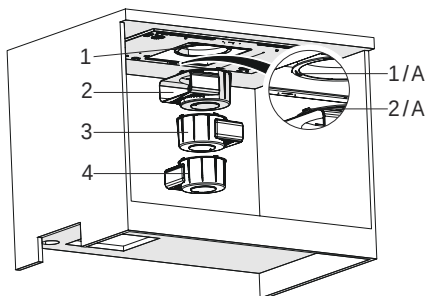

Fig. 13
3. ➡ ■ Placera nu behållaren med monteringsbenen uppåt (Fig. 13-2/A), mot monteringshålet där monteringsbenen kan gå in (Fig. 13-1A) och skjut nu upp behållaren i hålet för att klicka/vrida fast det ordentligt (Fig. 13).